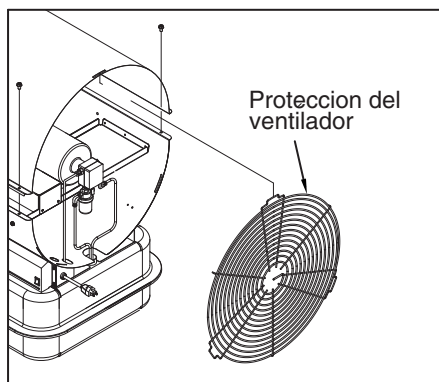

Figura 11. Desmontaje de la Protección del Ventilador
- Use una llave de 1/4 pulg. y apriete la línea de combustible (A) en la válvula de solenoide y en la bomba (consulte la Figura 11).
- Retire la protección del ventilador (consulte la Figura 11).